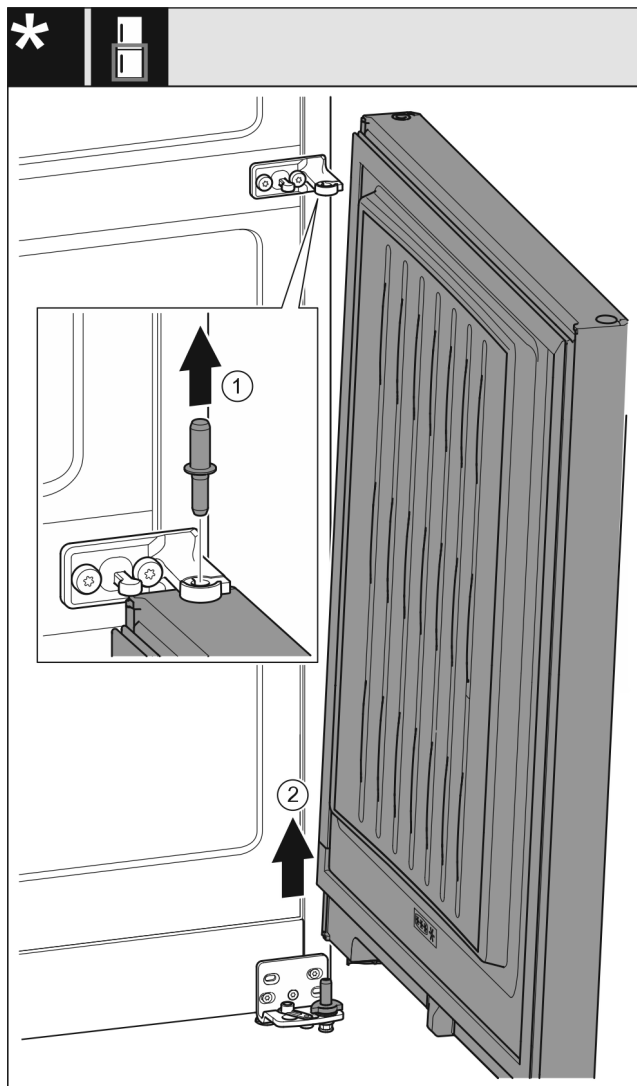

Fig. 9
- Estrarre il perno Fig. 9 (1) verso l'alto.
- Ruotare all'esterno la porta Fig. 9 (2), tirarla verso l'alto e disporla a lato.